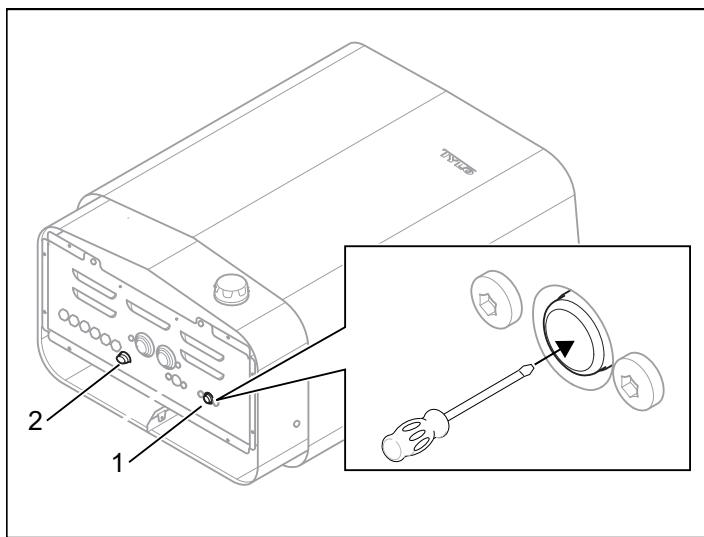

Fig 6: Återställning av temperaturskyddet samt placering av glas-säkring
- **Aggregat** - Temperaturskyddet i aggregatet är till för att skydda komponenter, rörelement samt trävirke i bastun från överhetning. På aggregatets undersida finns en röd återställningsknapp som skall tryckas in (se Fig 6). Om skyddet har löst ut så känns knappen stum och ett "klick" hörs vid återställning. Har inte skyddet löst ut samtidigt återställning så fjädrar knappen.